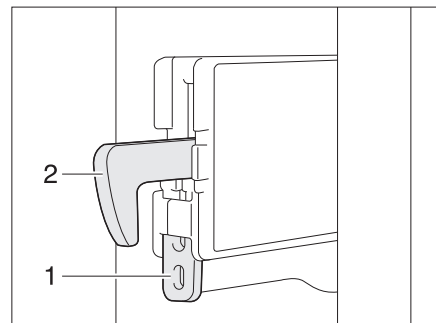

Fig. 144 Fixation du crochet de verrouillage
- Pousser la fixation (Fig. 144,1) vers le haut. Le crochet de verrouillage (Fig. 144,2) est poussé vers le haut et est hors service.
- Pousser le crochet de verrouillage (Fig. 144,2) vers le bas. Le crochet de verrouillage est à nouveau en fonction.